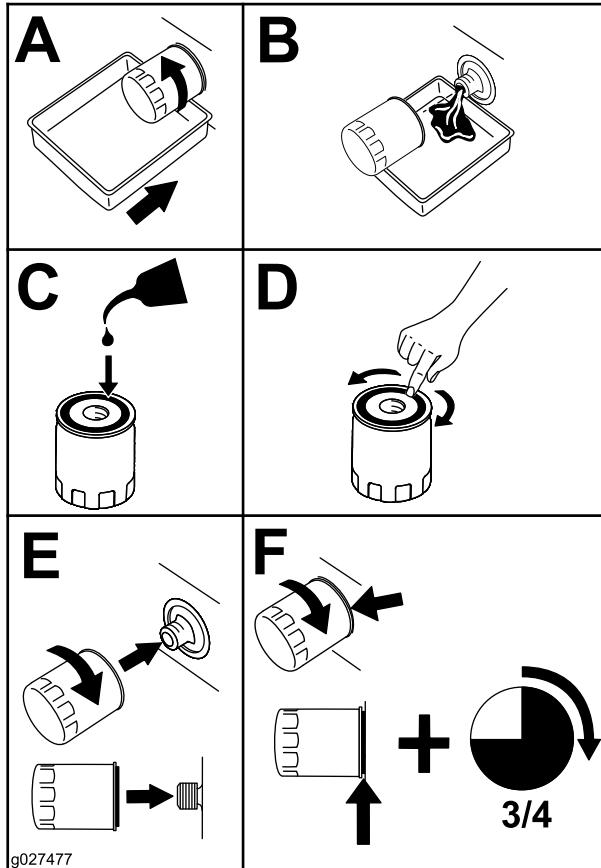

Figure 52
- Remplacez le filtre à huile moteur (Figure 52).